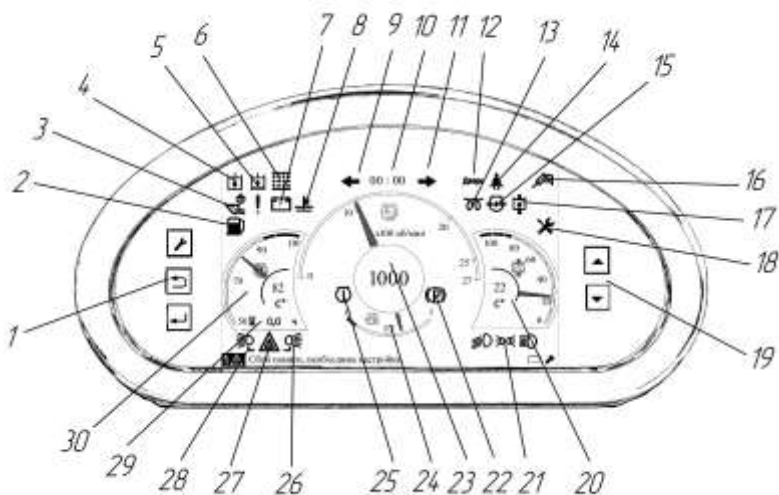

Рисунок 5.4 – Комбинация приборов
Сенсорные кнопки 1 и 19 (здесь и далее – рис.5.4) служат для управления меню комбинации приборов.
- после пуска особое внимание уделите индикаторам заряда аккумуляторной батареи 7 и низкого давления масла в системе смазки двигателя 15 (см. рис. 5.4), индикаторы должны погаснуть.
1. По истечении 3 секунд с момента поворота ключа зажигания в первое положение происходит включение свечей накала на время предпускового подогрева равное 20 секунд (предпусковой подогрев двигателя). Индикатор 13 (см. рис. 5.4) на комбинации приборов горит в течении этого времени постоянно.